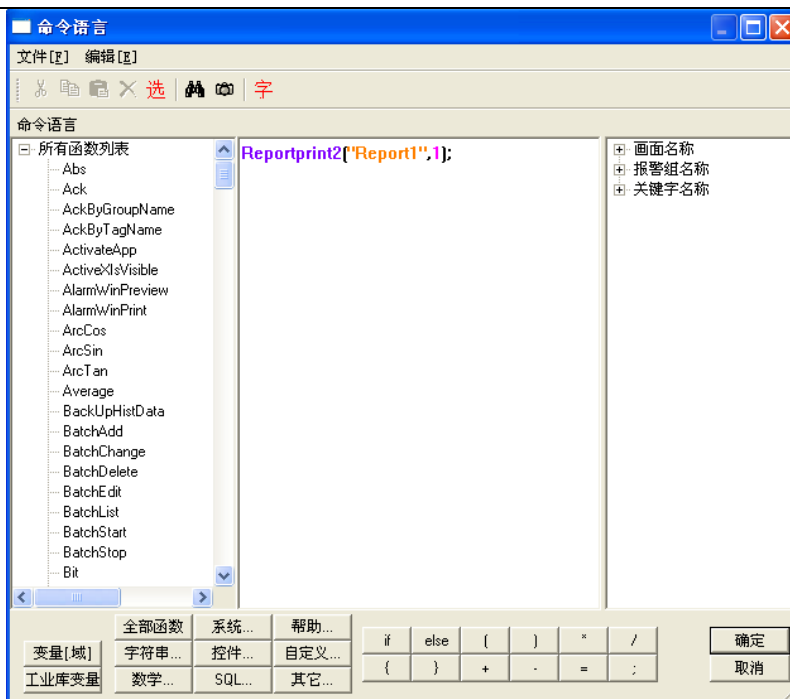

图 8-6
- 2、在按钮的弹起事件中输入如下命令语言，如图 8-6 所示。